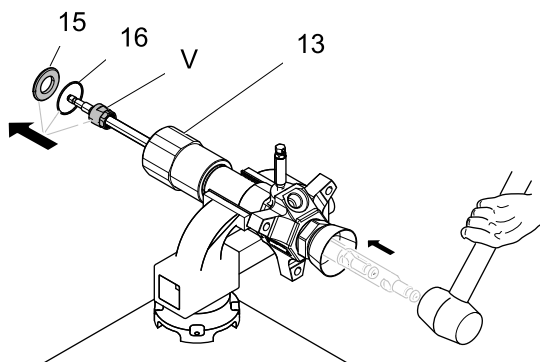

Figure 5
Das Einlassventil (V) ist als vormontierter, vorgeschmierter Satz erhältlich. Der Satz beinhaltet das Ventil und alle Dichtungen und Packungen sowie den Einlassventilsitz (15) und die Dichtung (16). Siehe Abb. 5.